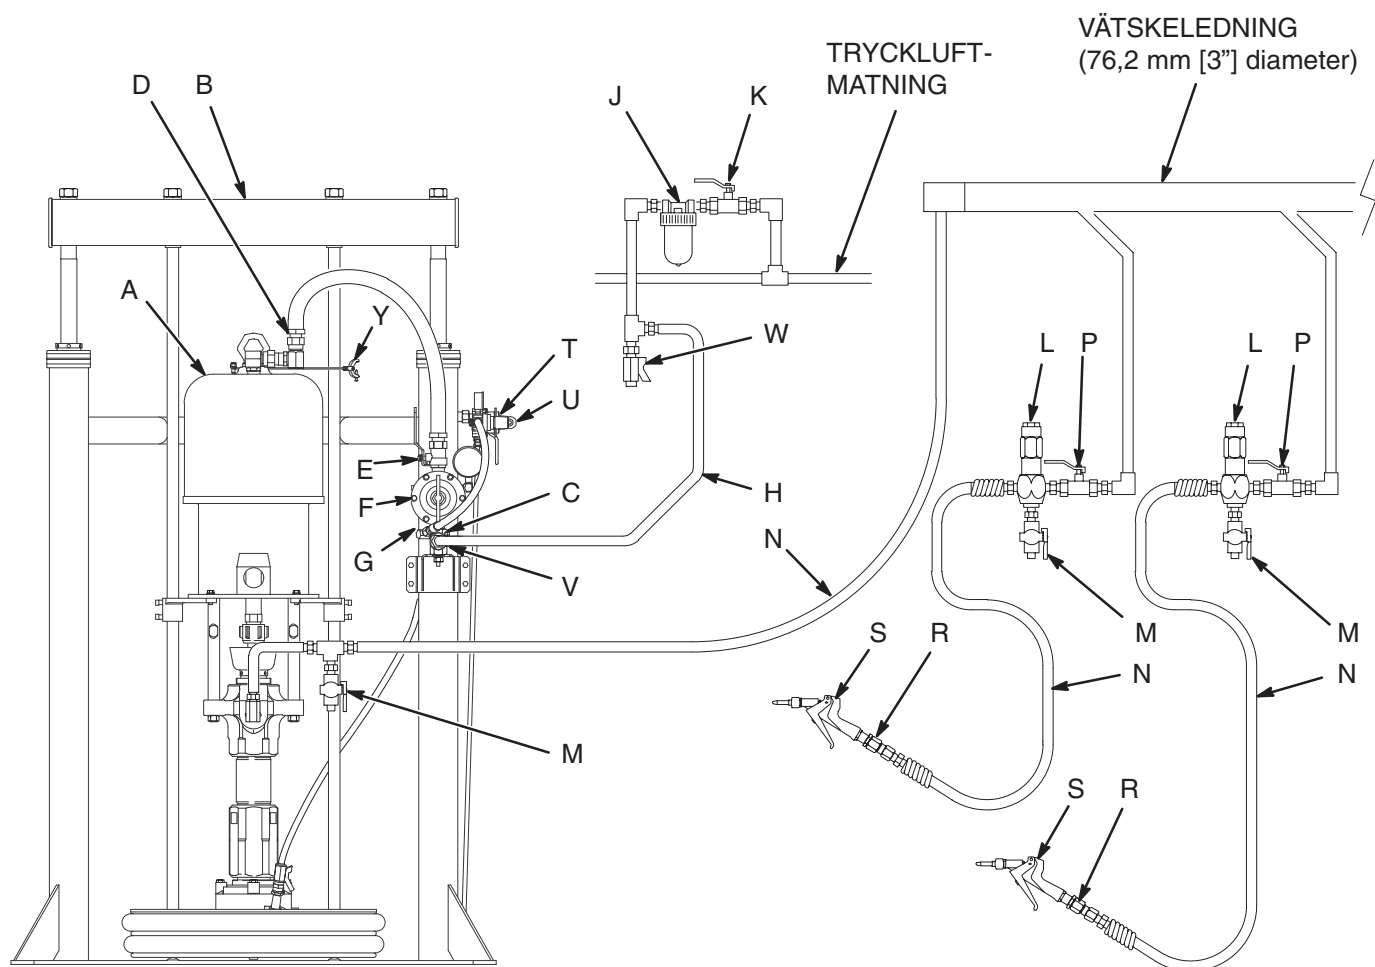
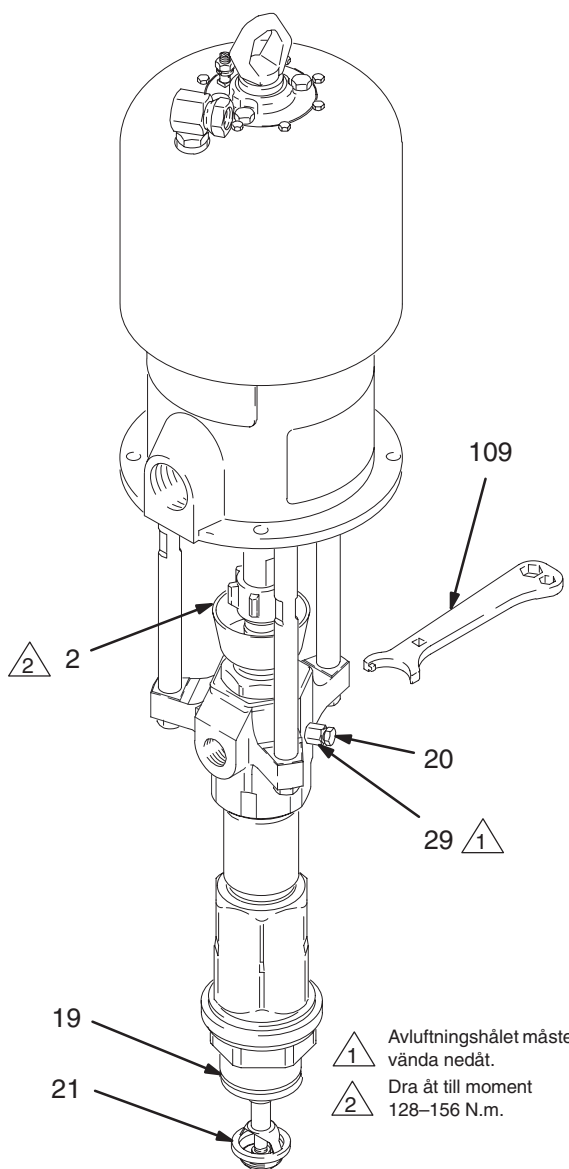

Fig. 3
Fig. 5
Exempelinstallationen i Fig. 3 och 4 är endast en vägledning för val och installation av systemkomponenter och tillbehör. Ta kontakt med er Graco-distributör som kan ge er råd och assistans vid utformning av ett system som passar era specifika behov.
Montera pumpen (A) på lämpligt ställe för den planerade installationen. I Fig. 3 på sidan 8 visas en pump monterad på tryckmataren i ett flerpistolsystem. Pumpdimensioner och hålmall för monteringshål finns på sidan 45.
Montera följande tillbehör på plats enligt Fig. 3, med användning av adaptrar där så krävs:
Montera följande tillbehör på plats enligt Fig. 3 och 4 med användning av adaptrar där så krävs:
- Montera **en vätskekran (P)** vid varje pistol/ventilanslutning så att pistolen/handtaget och vätsketillbehören kan kopplas bort vid service.
- Montera **en vätskedraineringskran (M)** intill varje pumpvätskeutlopp och vid varje pistol/ventiluttag. Draineringskranarna måste finnas i systemet för avlastning av vätsketrycket i kolv-pump, slang och pistol handtag (se **VARNING** till vänster). Draineringskranar vid pistol/ventiluttagen kan monteras längst ner på **en vätsketryckregulator (L)**, med en adapter.
- **Vätsketrycksregulatorn (L)** reglerar vätsketrycket till pistolen/handtaget eller doserhandtaget och dämpar tryckstötter.
- **En pistol eller doserventil (S)** fördelar vätskan. Pistolen i Fig. 3 är en högtryckspistol för högviskösa vätskor.
- **Pistol/ventilsvivel (R)** ger pistolen/ventilen större rörlighet.
Före start ska tätmuttern (2) fyllas till en tredjedel med Graco tätstätningvätska (TSL) eller motsvarande lösning. Se Fig. 5.
2. Se Fig. 3. Stäng tryckluftregulatorn (F).
4. Håll en metalldel av pistolen/handtaget (S) stadigt mot kanten av en jordad plåttunna och tryck på avtryckaren.
8. Öppna luftningspluggen (20) något om inte pumpen luftas ordentligt. Använd luftningshålet på undersidan av luftningsventilen (29) som luftningsventil tills vätska tränger ur hålet. Se Fig. 5. Stäng pluggen.